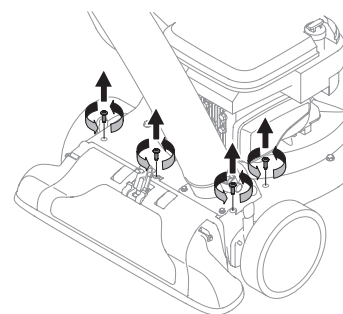

Figura 23
- Saque los cuatro tornillos de la caja superior que ajustan la cubierta del pico. Vea la Figura 23.